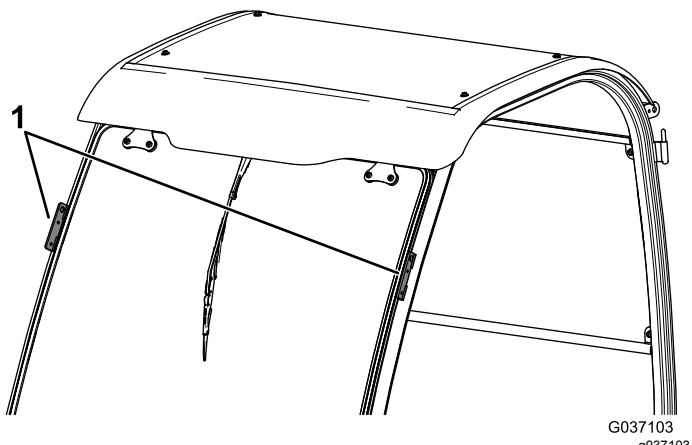

Figura 11
- Eleve a estrutura da cabina utilizando os pontos de elevação e coloque-a na máquina (Figura 11).